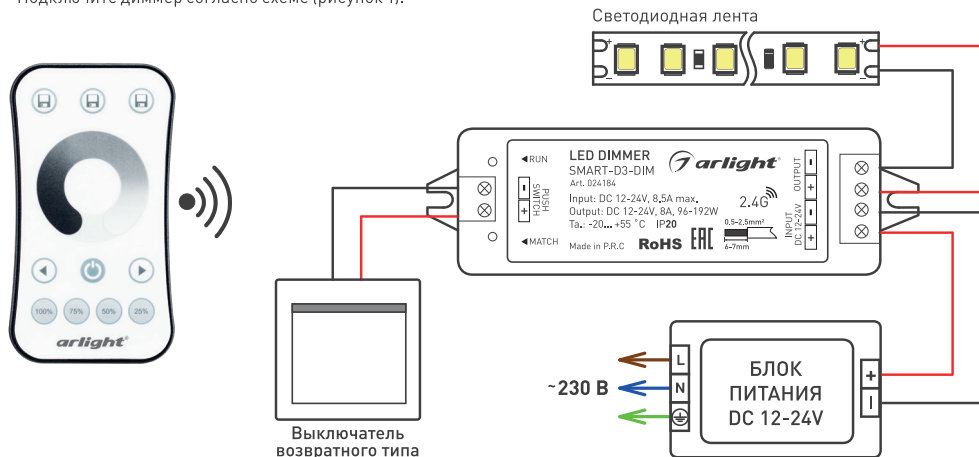

Рисунок 1. Схема подключения панели SMART-DIM-SET-RING
3.2. Подключите диммер согласно схеме (рисунок 1).